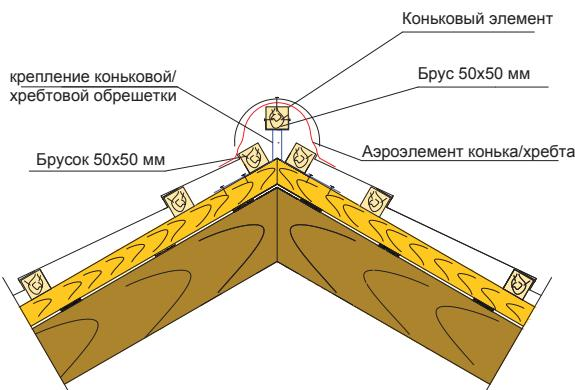

Рис. 8
4.1.12. Коньковый бруск сечением 50x50 мм монтируют на специальные крепления (скобы), устанавливаемые на каждой паре стропильных балок под верхний ряд обрешетки. Высоту креплений определяют по месту (см. рис. 8)